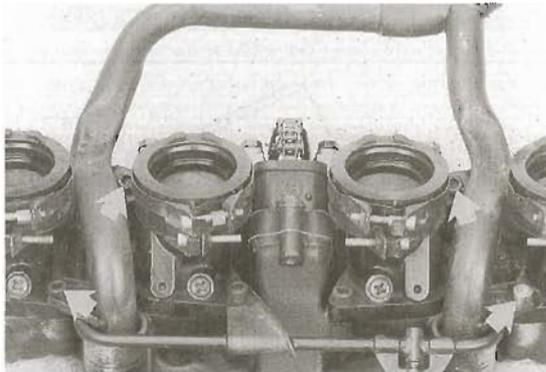

Bild 108
- Kühlmittelrohre mit neuen O-Ringen anbringen (Bild 108).